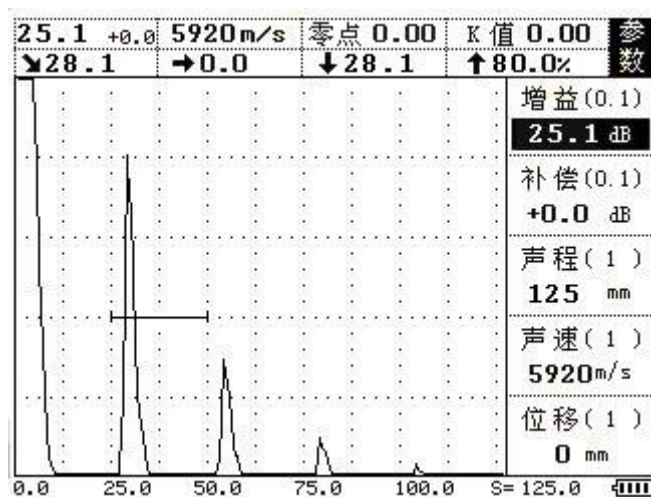

图 4-2
- 3、将直探头置于试块并耦合良好，此时屏幕出现五次回波。如图 4-2